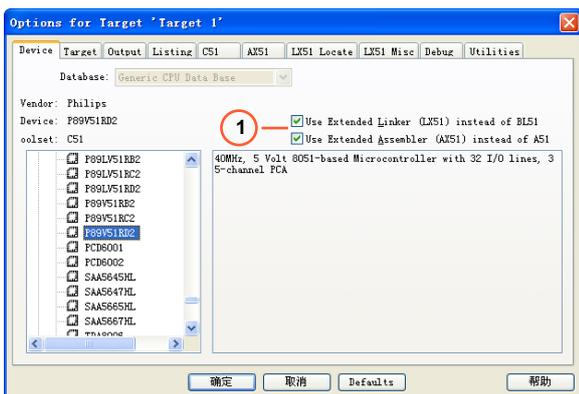
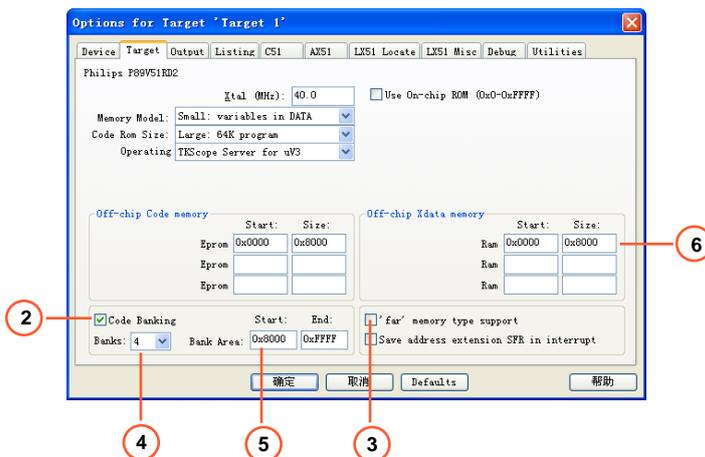
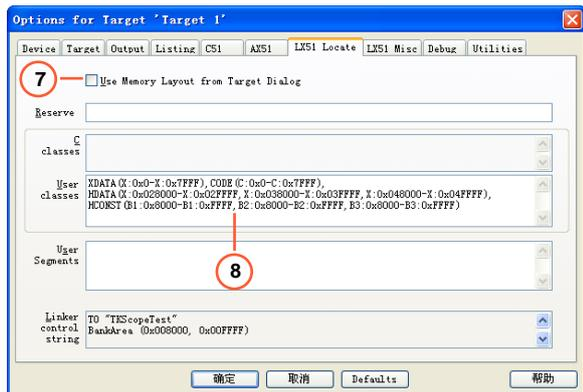

图 8.1 Bank 功能参数设置界面 1
图 8.2 Bank 功能参数设置界面 1
图 8.3 Bank 功能参数设置界面 3
1 选择【Project】菜单下【Options for Target】选项或点击快捷图标，进入如图 8.1 所示的界面。
2 点击图 8.1 中的【Target】选项，进入如图 8.2 所示的界面。
**3** 点击图 8.1 中的【LX51 Locate】选项，进入如图 8.3 所示的界面。